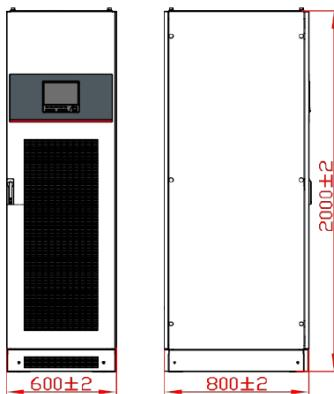
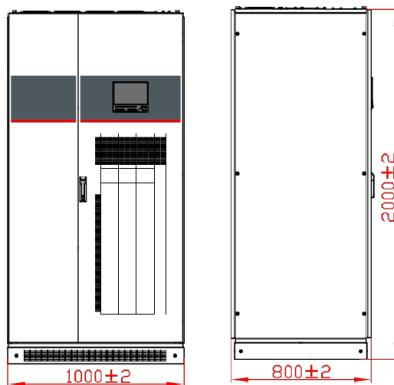

Figura 3-8 Dimensiones del UPS serie UPS-IND 1300 RI(10K-80K)
Figura 3-9 Dimensiones del UPS serie UPS-IND 1300 RI(100K-200K)
Paso 1: Determine la posición de instalación y realice los arreglos necesarios de acuerdo con las dimensiones del esquema del UPS (consulte la Figura 3-8 y la Figura 3-9) y los requisitos de espacio libre para la instalación (consulte 3.2.3 Espacio libre para la instalación).